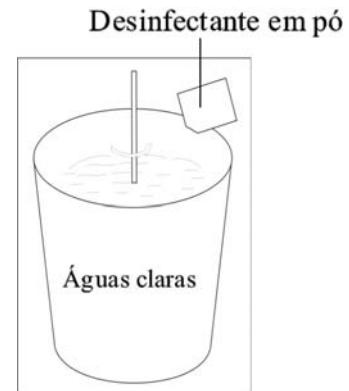

Figura 25
- 5 kg de água com um recipiente limpo para conter vertida um desinfectante em pó de pacotes (15 g), agita-se 2 minutos, para dissolver completamente.(Figura 25)